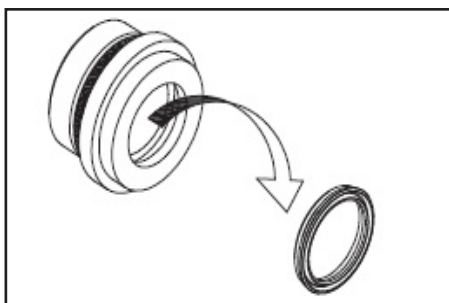

Figura 28-A
- Retire la empaquetadura del cojinete de garganta (consulte la Figura 28).